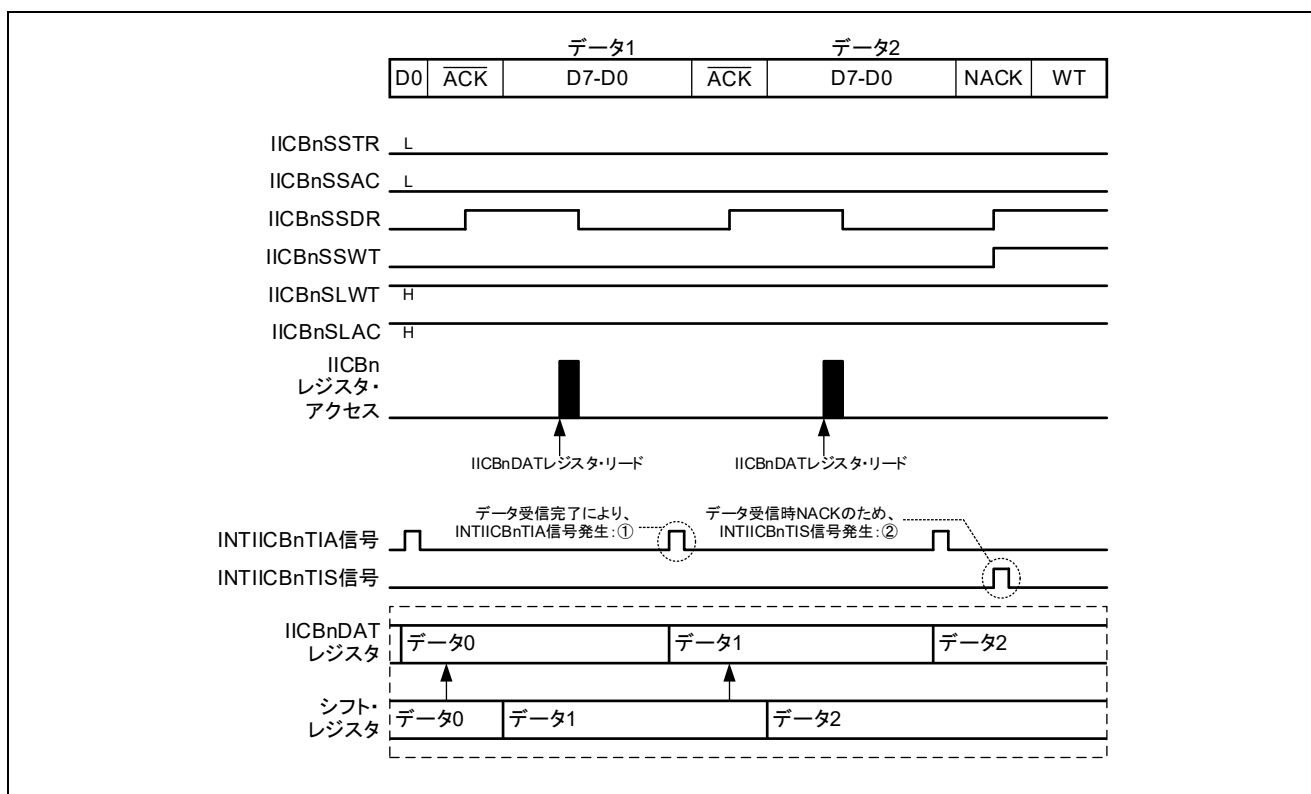

図24.12 INTIICBnTIA 信号発生タイミング (受信、連続転送モード)
受信データをシフトレジスタから IICBnDAT レジスタへデータの格納を行ったとき (図24.12の①のタイミング)。